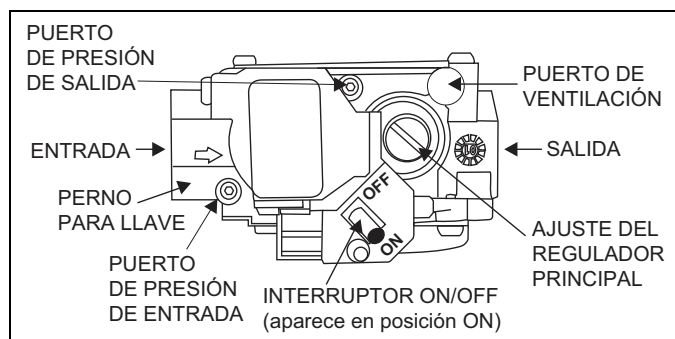

FIGURA 26: Válvula de gas
La presión de gas del colector y de la entrada pueden medirse conectando el manómetro de tubo en U a la válvula de gas con una pieza de tubería. Siga las instrucciones de la sección pertinente a continuación. Remítase a la Figura 26 para observar el dibujo de las ubicaciones de los puertos de presión en la válvula de gas.
Siga las instrucciones de la sección pertinente a continuación. Remítase a la Figura 26 para observar el dibujo de las ubicaciones de los puertos de presión en la válvula de gas.
- Remítase a la Figura 26 para ver la ubicación del tapón de ajuste del regulador de presión y los tornillos de ajuste en la válvula principal de gas.